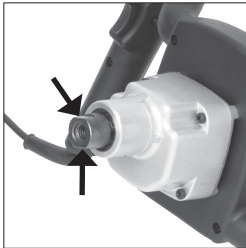

Fig. 2
Nota: el árbol de la máquina (**Fig. 2**) se proyecta desde la unidad del motor de la mezcladora y cuenta con dos (2) partes planas mecanizadas para acomodar la llave de ajuste suministrada.